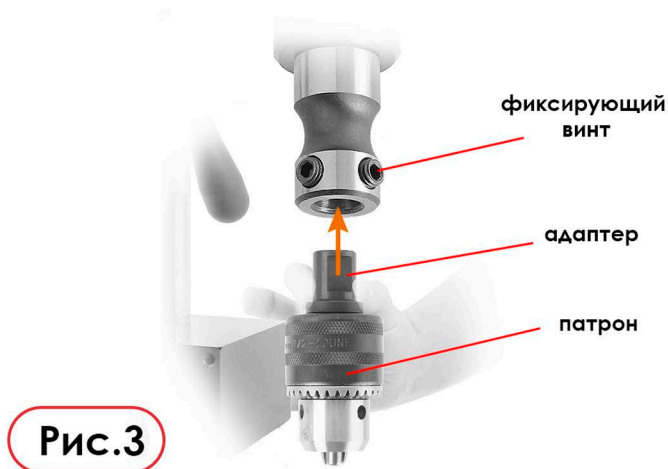

Рис.3
1. Установите патрон в адаптер (Рис. 3).